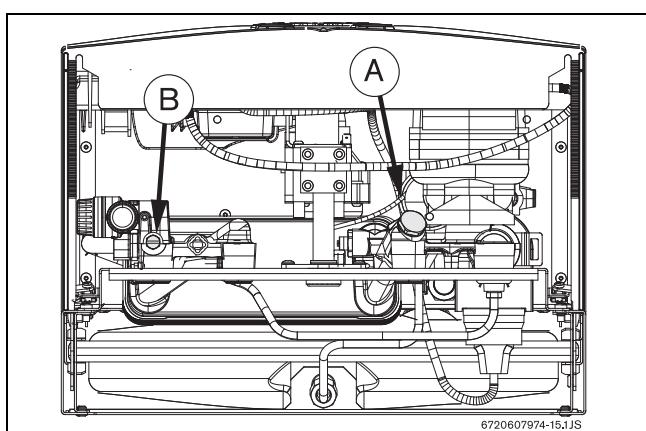

Рис. 29
- Отвинтить сливной винт (Рис. 29, поз. В).